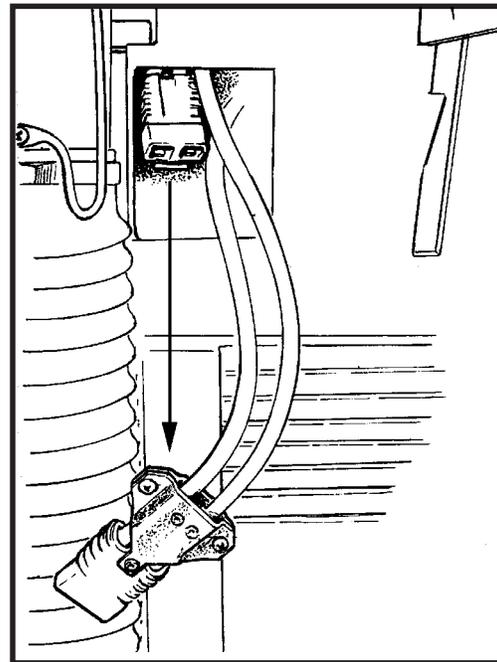

Abb. 13
3. Trennen Sie die Verbindungsklemme der Batterieeinheit von der Verbindungsklemme des Kontrollgehäuses. Siehe Abb. 13.